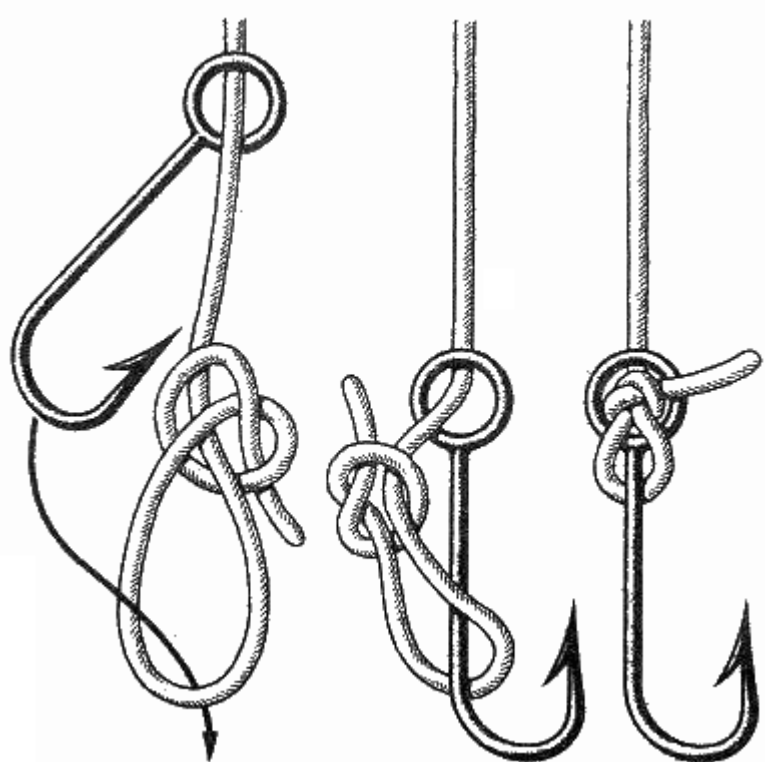

Рис. 123. Черепаший узел
**Черепаший узел** (рис. 123). Почему его так назвали, казать трудно. Ведь морских черепах ловят сетью или бьют гарпуном. Этот узел вяжется очень просто и хорош для хлопчатобумажных лесок. Завязанный на скользкой синтетической жилке, он может развязаться.